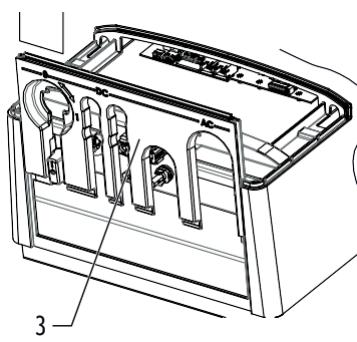

Figure 8: Retirer la glissière
- Variante 2 : Retirer la glissière. (Voir Figure 8 à la page 6)